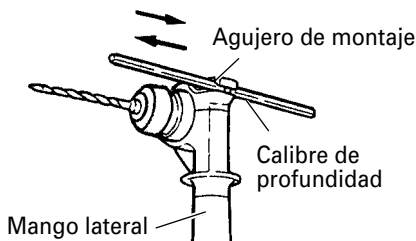

Fig. 16
7. Modo de usar el calibre de profundidad (Fig. 16)